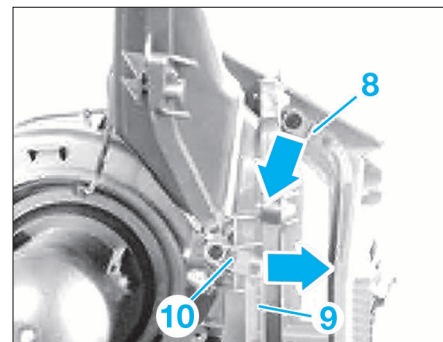

FIG. 23
- Décrocher les tringles (8) et (9) de commande de volet de répartition d'air (10) (Fig.23).